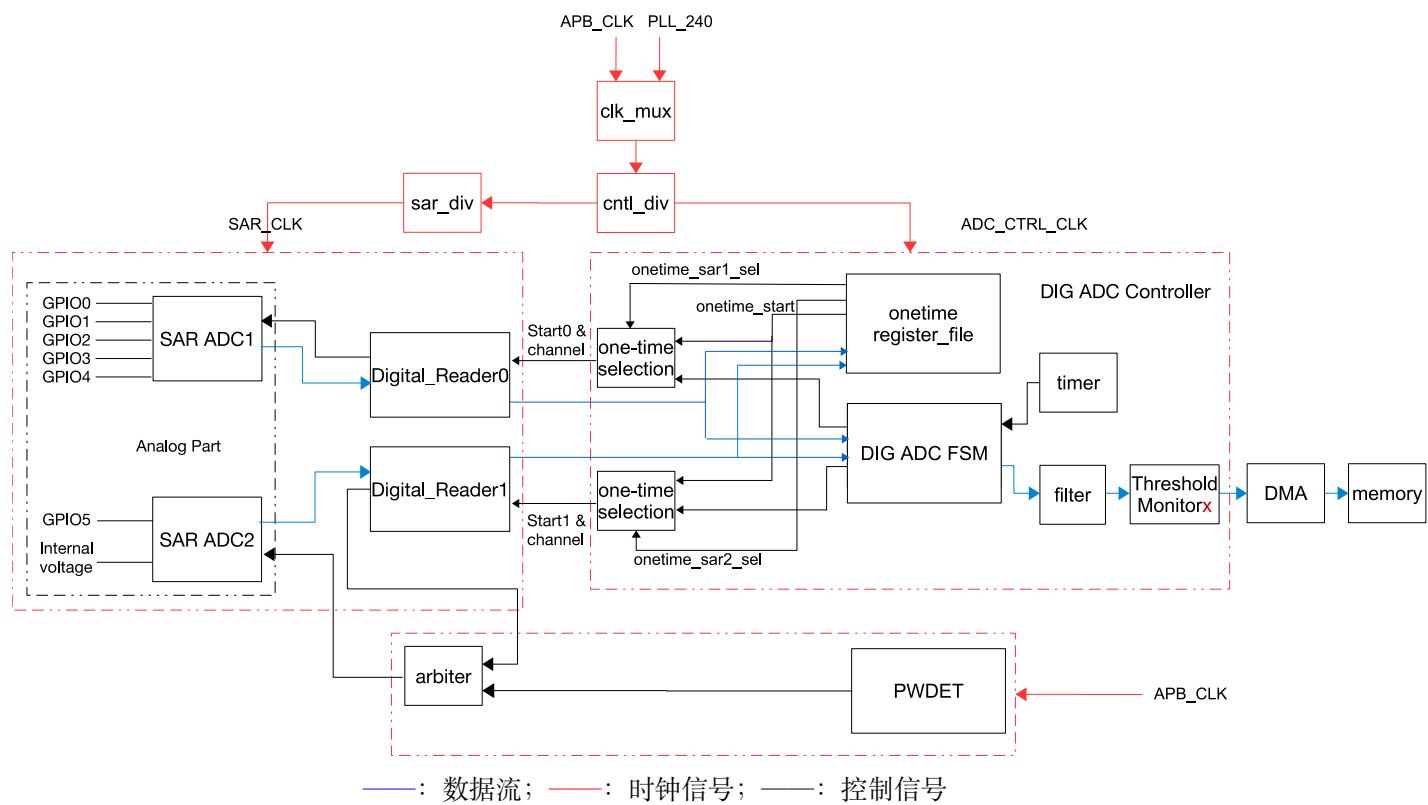

图 34-1. SAR ADC 的功能概况
SAR ADC 的主要元件与连接情况见图 34-1。
如图 34-1 所示，SAR ADC 模块主要包括以下元件：
- 将数据传送给滤波器 (filter), 然后阈值监控器 (threshold monitor) 通过 DMA 将数据传送给内存 (见图 34-1)；